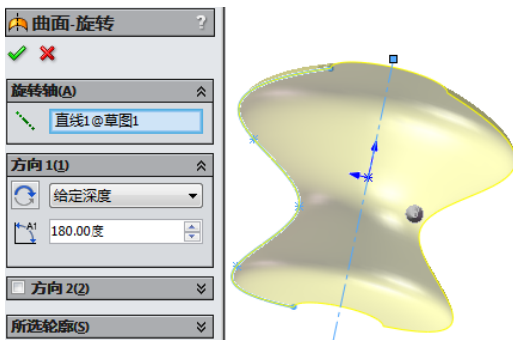

图 6-46 “曲面—旋转”属性管理器
- 03** 此时出现“曲面—旋转”属性管理器，同时在右面的图形区域中显示生成的旋转曲面，如图 6-46 所示。